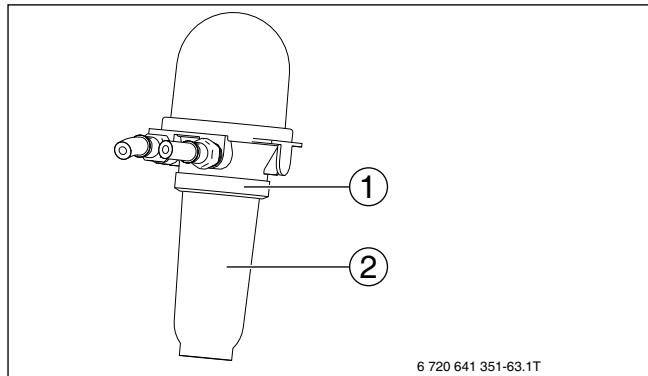

Bild 93 Filtertasse entfernen
- ▶ Überwurfmutter (→ Bild 93, [1]) entfernen.
- ▶ Filtertasse (→ Bild 93, [2]) abnehmen.
- Filtertasse mit Überwurfmutter (→ Bild 93, [1] und [2], Seite 51) montieren.